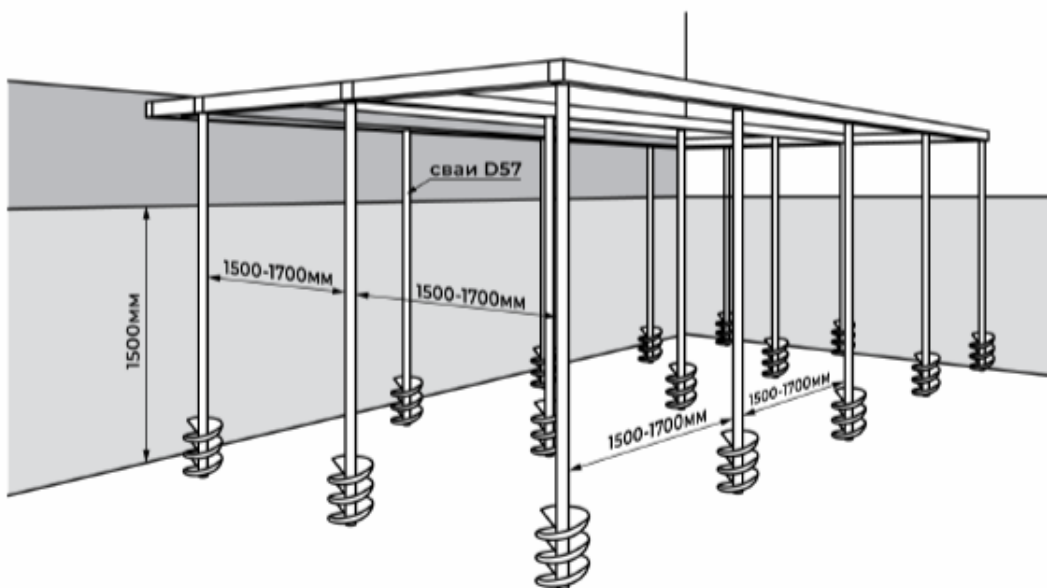

Рис.1
1. На сплошную и ровную бетонную стяжку с уклоном 1,5–2% (рис. 1)
1. При помощи сваекрута устанавливают винтовые сваи на глубину промерзания грунта (1500 мм) с шагом 1500-1700 мм (рис.1).
4. Наваривают первый уровень каркаса (ростверк) из стального квадратного профиля 80x80x3 (рис.1).